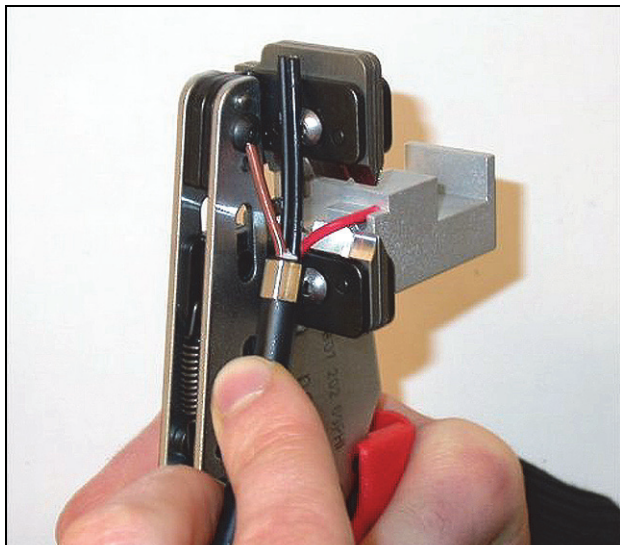

figure 30.11: Dénudage d'un fil de cuivre
- 9 Dénudez les isolations rouge et brune des fils de cuivre en les poussant vers la butée mécanique de la pince à dénuder (outil 5, voir figure 30.11).